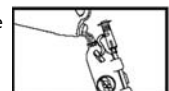

Figura 8
4. Agregue la solución de limpieza (Figura 8). Consulte las instrucciones del fabricante para obtener información sobre las especificaciones y el uso adecuado de la solución de limpieza.